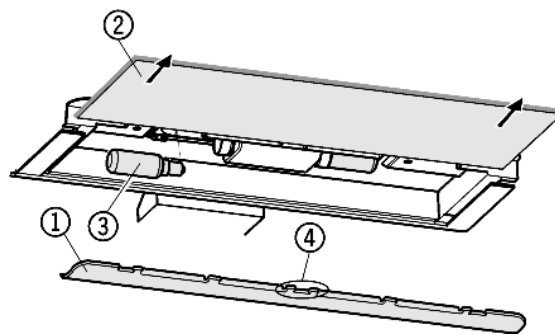

Fig. 34
- ▶ Снятие накладки Fig. 34 (1): сзади возьмитесь пальцем за накладку и снимите её с фиксатора.
- ▶ Извлеките стеклянную полку Fig. 34 (2).
- ▶ Лампу накаливания Fig. 34 (3) заменить.
- ▶ Установка накладки на место: защелкните справа и слева, следя за тем, чтобы средний крюк Fig. 34 (4) захватил стеклянную полку.